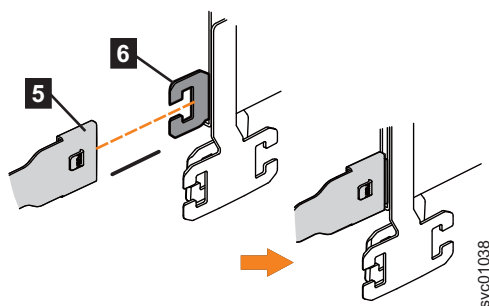

Figure 66. Fixation du connecteur de la glissière de support du CMA supérieur à la glissière de support droite
4. Fixez le connecteur de la glissière de support sur l'assemblage CMA supérieur (**5**) à la base du connecteur sur la glissière de support droite (**6**), comme indiqué dans la figure 66.